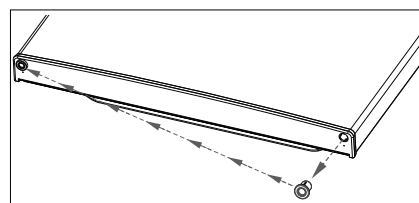

Fig. 10
- ▶ Flyt også hængselsbøsningen på fryseskabsdørens underside til venstre side (fig. 10).